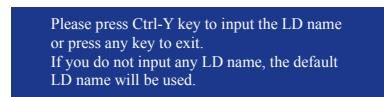

図 6
5. <Ctrl>+<Y> キーを押して情報を保存します。図6のメッセージが表示されます。<Ctrl+Y>を押しで矢印名を入力します。矢印名を入力しない場合、既定値の矢印名が使用されます。